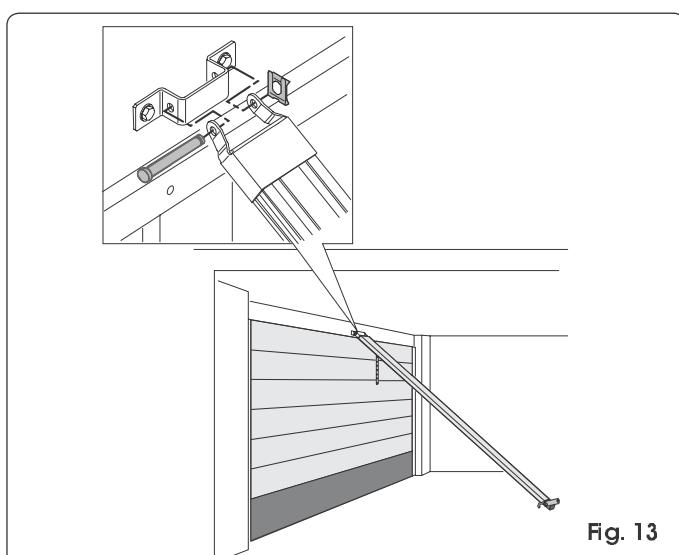

Fig. 13
- 7) Lijk de rail op aan de bevestiging aan de voorkant, en bevestig deze aan de bevestigingsbeugel met behulp van de speciale pen en de sluiting (Fig. 13).